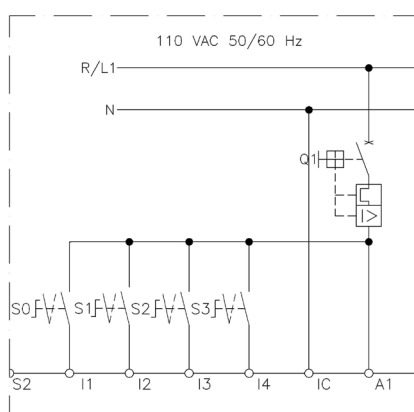

Figura 5.22 - Detalhe da modificação para acionamento utilizando entradas digitais em 110 Vac
Para a unidade de controle (UC) com entradas digitais em 110 Vca é destacada a modificação do esquema na figura 5.22.